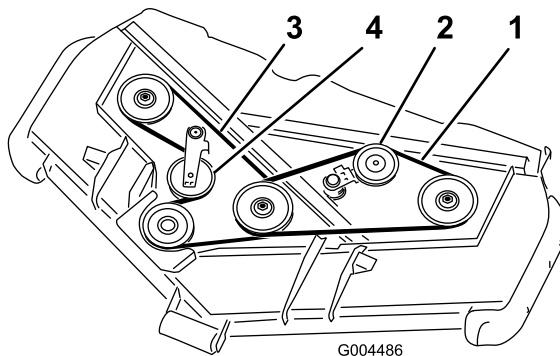

Bild 55
3. Schieben Sie mit einem Stemmeisen die Spannscheibe für den oberen Riemen (Bild 55) vom oberen Treibriemen, um die Riemenspannung zu lösen, sodass der Riemen von den Scheiben rutschen kann.
4. Schieben Sie mit einem Stemmeisen die Spannscheibe für den unteren Riemen (Bild 55) vom unteren Treibriemen, um die Riemenspannung zu lösen, sodass der Riemen von den Scheiben rutschen kann.
5. Verlegen Sie einen neuen Riemen um die Getriebscheibe, die unteren Spindelscheiben und die Spannscheibe, siehe Bild 55.
6. Verlegen Sie einen neuen Riemen um die oberen Spindelscheiben und die Spannscheibe, siehe (Bild 55).